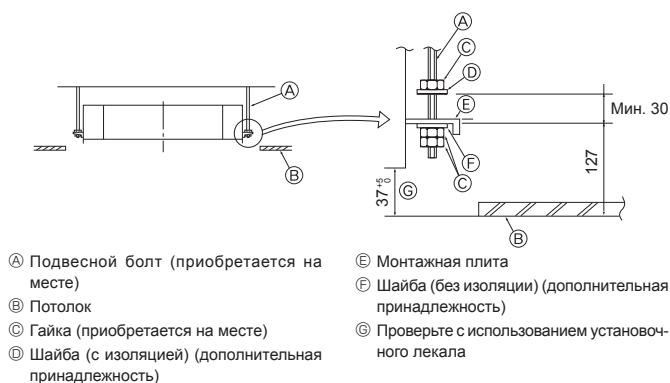

Fig. 2-5
2.5. Процедура подвешивания блока (Fig. 2-5)